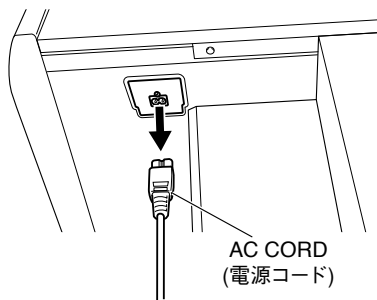

Fig. 18 (図 18)
- 21-2. Disconnect the AC cord. (Fig. 18)
- 21-2. 電源コードを外します。(図 18)